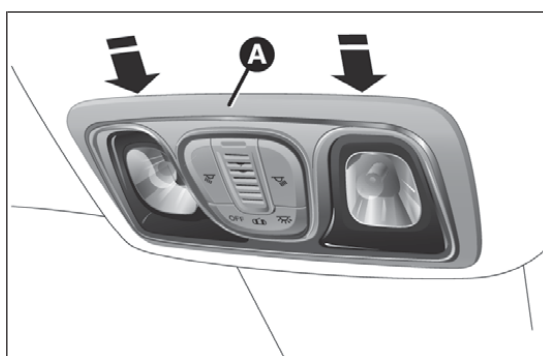

Abb. 192
- Die Deckenleuchte A Abb. 192 an den von den Pfeilen angezeigten Stellen herausziehen;
- Die Deckenlampe A Abb. 192 in der Aufnahme befestigen und sicherstellen, dass sie fest sitzt.